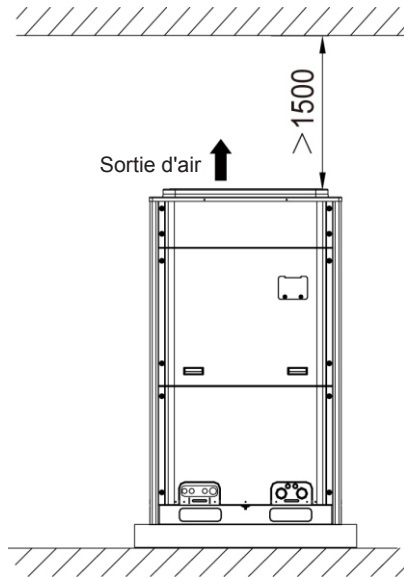
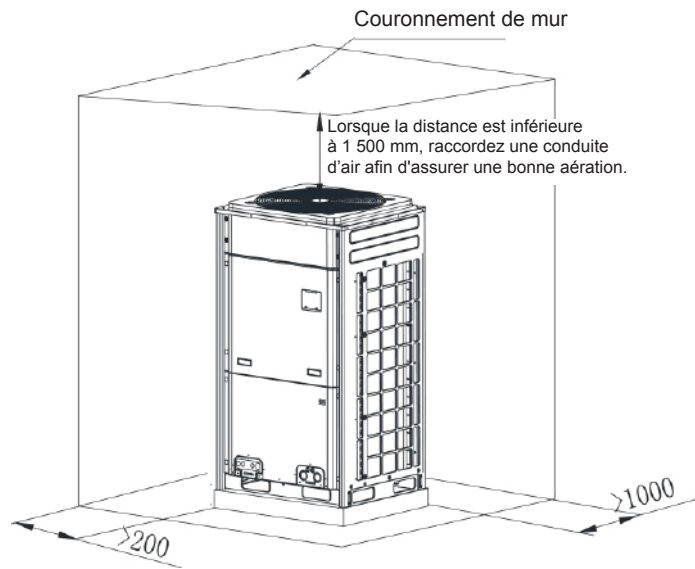

Fig. 3.2.5
Fig. 3.2.6
3.2.2 En présence d'un mur (ou d'un obstacle similaire) au-dessus de l'unité, maintenez une distance entre le haut de l'unité et le mur de plus de 3 000 mm. Lorsque l'unité est placée dans un espace ouvert sans obstacle à l'avant, à l'arrière, à gauche et à droite, maintenez une distance entre le haut de l'unité et le mur de plus de 1 500 mm (voir Fig. 3.2.5). Lorsque la distance est limitée à 1 500 mm ou que l'unité n'est pas placée dans un espace ouvert, un tuyau de retour d'air doit être posé afin d'assurer une aération correcte (voir Fig. 3.2.6).